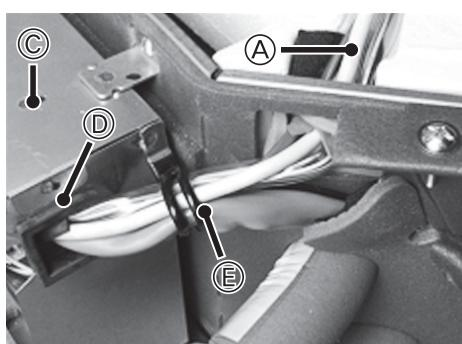

Fig. 4-3
(3) Проведите кабель беспроводного соединения через ВТУЛКА коробки электрических компонентов, а затем подключите кабель к разъему CN90 платы внутреннего контроллера. (Fig. 4-3)
(4) Закрепите кабели и провода с помощью зажима.